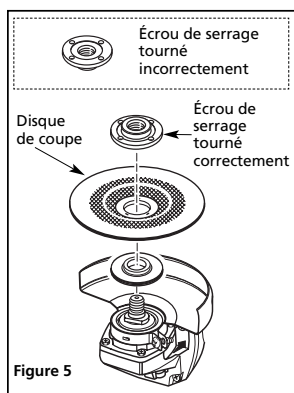

Figure 5
- (0,12 po) ou moins et doit donc être fixée avec la partie soulevée de l'écrou face à l'utilisateur. (Voir la figure 5.)
NOTE : Tous les disques avec une épaisseur centrale de moins de 4 mm (0,16 po) doivent avoir l'écrou orienté tel qu'indiqué dans la figure 5.